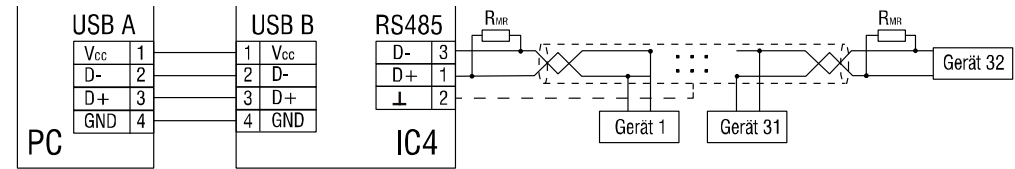

Abb. 2 Anschlussplan
- RS485-Anschluss (siehe Abb. 2)
Das Gerät wird in einem Gehäuse aus Kunststoff für die Hutschienenmontage geliefert. Die elektrischen Anschlüsse sind in Abb. 2 angezeigt: